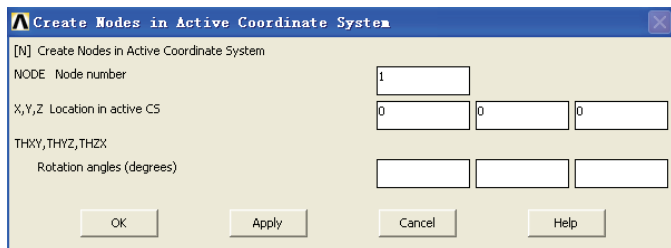

图 5-47 生成节点对话框
2) 选择 Main Menu | Preprocessor | Modeling | Create | Nodes | In Active CS 命令, 出现 Create Nodes in Active Coordinate System 对话框, 在 NODE Node number 输入栏中输入 1, 在 X,Y,Z Location in active CS 的 3 个输入栏中分别输入 0、0、0, 如图 5-47 所示。单击 Apply 按钮, 在 NODE Node number 输入栏中输入 11, 在 X,Y,Z Location in active CS 的 3 个输入栏中分别输入 L、0、0, 单击 OK 按钮关闭该对话框。